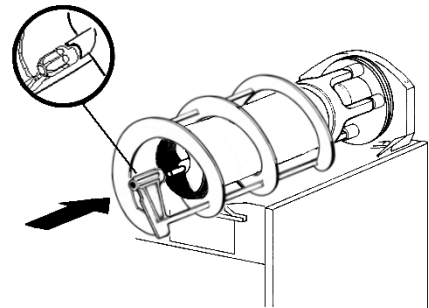

figure 13
**6** Enfiler la spirale extérieure sur l'évaporateur en accouplant son extrémité antérieure à l'arbre de l'hélice intérieure et en faisant coïncider ses dents avec les dents d'entraînement (voir figure 13).